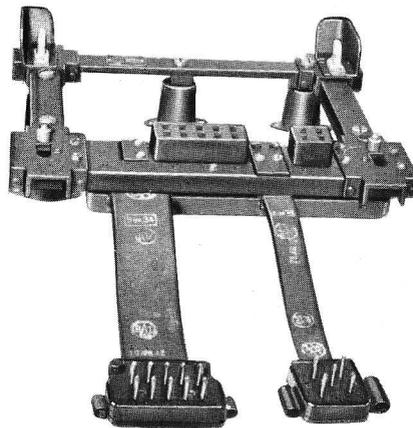

Abb. 22 Aufhängerahmen REZ 6b
41. Der Aufhängerahmen REZ 6b (vgl. Abb. 22) dient zur mechanischen Aufhängung des Peilempfängers EZ 6. Die elektrischen Verbindungen mit dem Empfänger werden durch Federkontaktsätze hergestellt. Zur mechanischen Dämpfung der Erschütterungen sind Schwingmetalldämpfer für die Wandbefestigung des Aufhängerahmens vorgesehen. Für die elektrische Verbindung mit der innerhalb der Rahmenöffnung an der Wand zu befestigenden Verteilerdose VD 6a dienen zwei Gummiflachkabel. Diese endigen in Mehrfachsteckern, die in die Buchsenleiste der Verteilerdose passen.